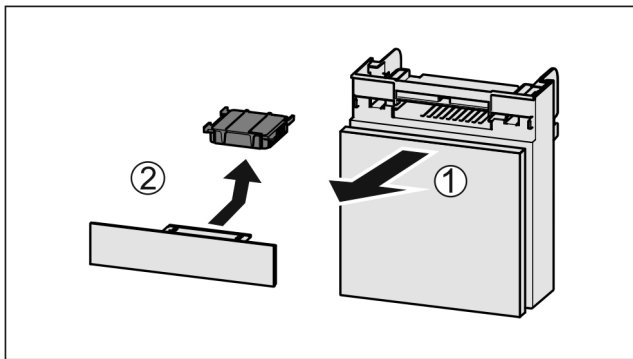

Fig. 123
- ▶ Retire el compartimiento hacia delante Fig. 123 (1).
- ▶ Retire el filtro de carbón activo Fig. 123 (2).